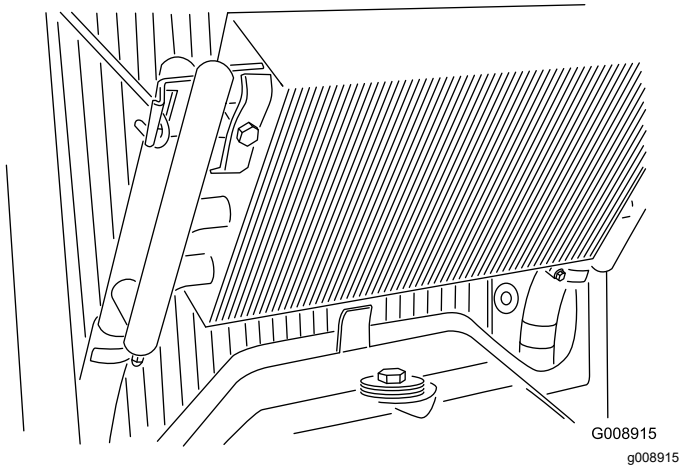

Bild 59
3. Entriegeln Sie den Ölkühler und schwenken ihn nach hinten (Bild 59). Reinigen Sie beide Seiten des Ölkühlers und des Motorkühlers gründlich mit Wasser oder mit Druckluft. Schwenken Sie den Ölkühler in seine ursprüngliche Position zurück.